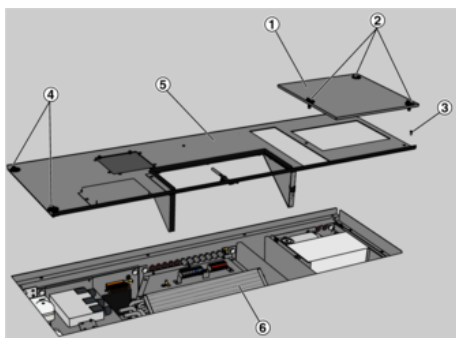

Abb. 45:
3. ▶ Den Filterdeckel (*Abb. 45/1*) durch Lösen der Schnellverschraubungen (*Abb. 45/2*) demontieren.
4. ▶ Revisionsdeckel (*Abb. 45/5*) durch Lösen der Kreuzschlitzschraube (*Abb. 45/3*) und der beiden Schnellverschlüsse (*Abb. 45/4*) demonstrieren und neben dem Gerät lagern.
5. ▶ Wärmeübertrager (*Abb. 45/6*) nach oben entnehmen und lagern.